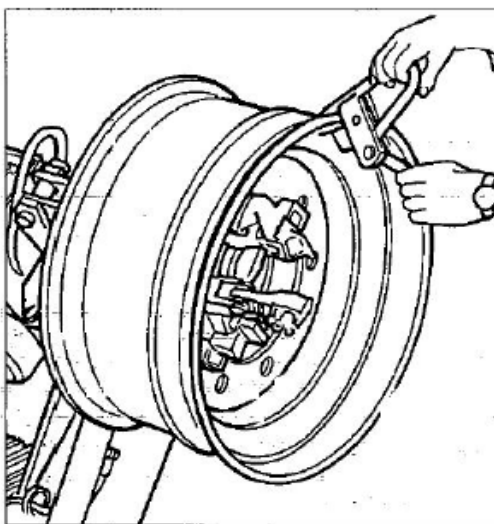

Рис. 7.8
3) Закрепить зажим РС к внешней закраине в верхнем положении (см. рис. 7.8).
- 3) Закрепить зажим РС на внешней закраине обода в верхней точке (см. рис. 7.8).